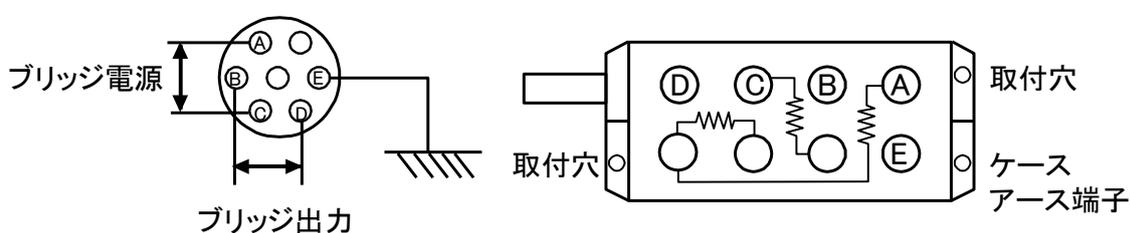

図 4-1 ブリッジボックス概観
(1) 設置方法
- B) 固定する場合には図4-1に示す取付穴を利用してビス止めします。
(2) ブリッジボックスの結線(5370)
- A) コネクタの結線は、図4-1に示すようにピン番号A, Cがブリッジ電源の供給で、B, Dが動ひずみ測定器への入力となります。Eはコモン端子です。